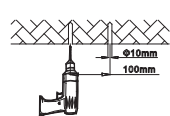

Figure 3
Étape 1. Marquez la surface de montage et percez. (Figure 3)